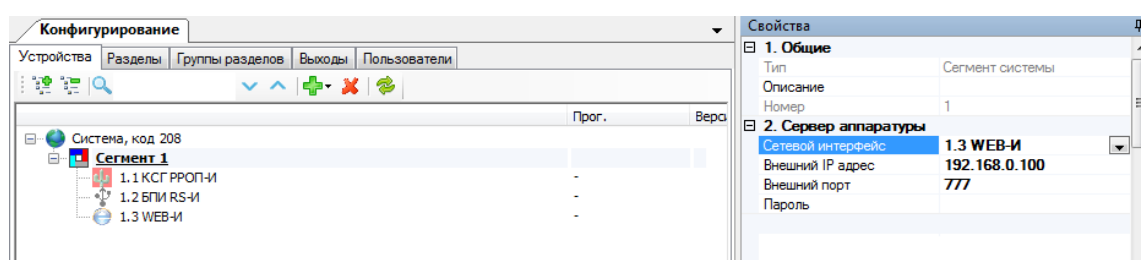

Рис. 12
- В ПО «Стрелец-Мастер» в дереве устройств выберите сегмент, которому принадлежит настраиваемый сервер доступа WEB-И, и укажите его в свойствах сегмента в поле «Сетевой интерфейс» (Рис. 12).
- В дереве устройств выберите сегмент, которому принадлежит настраиваемый сервер доступа WEB-И, и укажите его в свойствах сегмента в поле «Сетевой интерфейс» (Рис. 12).